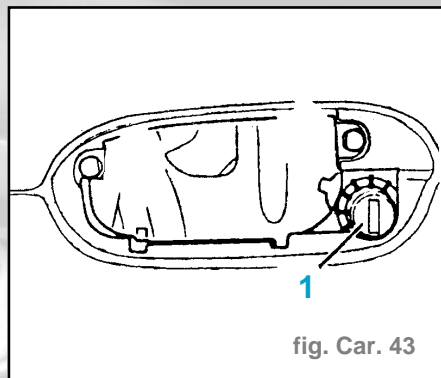

fig. Car. 43
- Déposer les écrous avec leurs rondelles; retirer la serrure (1) (support de poignée extérieure) (fig. Car. 43).